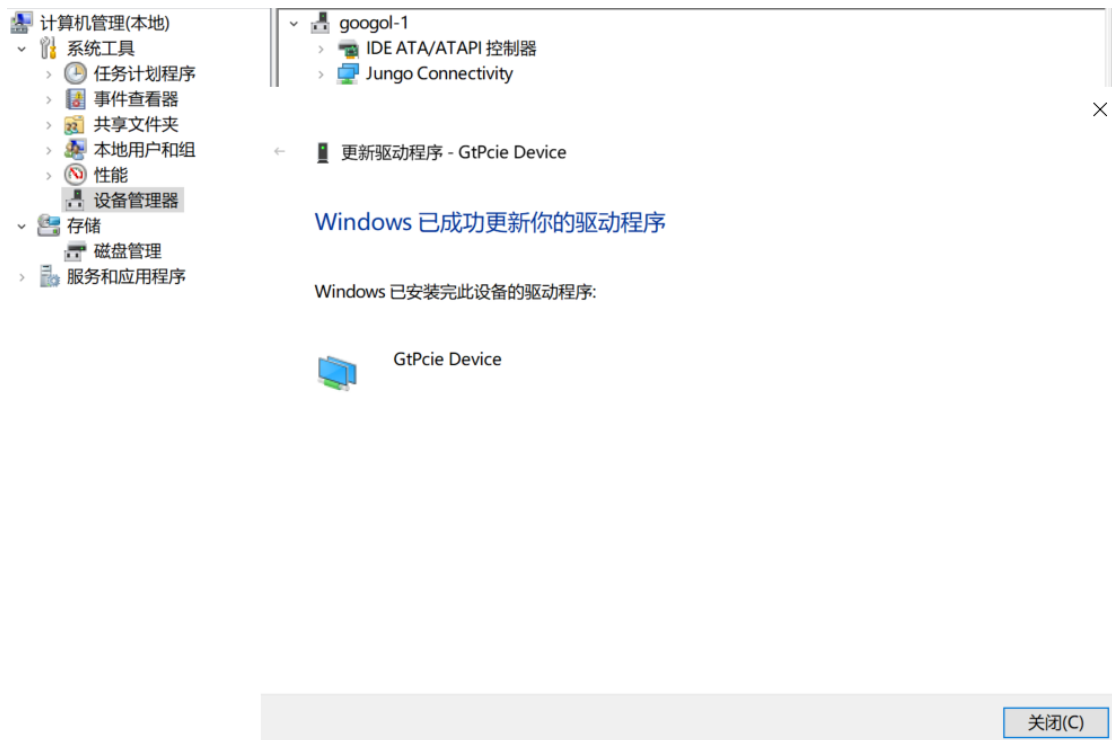

图 2-5 控制卡驱动程序安装界面 5
(6) 如图 2-5所示，勾选“始终信任来自”固高科技(深圳)有限公司的软件(A)”，点击“安装(I)”。